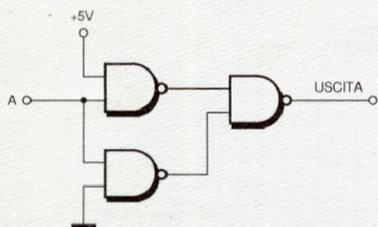

Figura 1
1. Quando un livello logico "1" viene applicato al punto A di Figura 1, il livello logico all'uscita sarà: